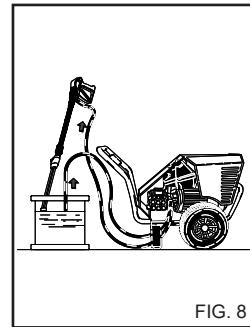

FIG. 8
Efter användning av rengöringsmedlet måste kemikaleintagssledningen spolas ur med rent vatten (fig. 8).
1) Efter användning med rengöringsmedel ska högtrycksvatten-systemet sköljas ordentligt. Låt pumpen vara igång i 1 minut. Doseringskranen ska vara stängd. (fig. 8).
4) Efter användning med rengöringsmedel ska högtrycksvattensystemet sköljas ordentligt. Låt pumpen vara igång i 1 minut. Doseringskransen ska vara stängd.(fig. 8)